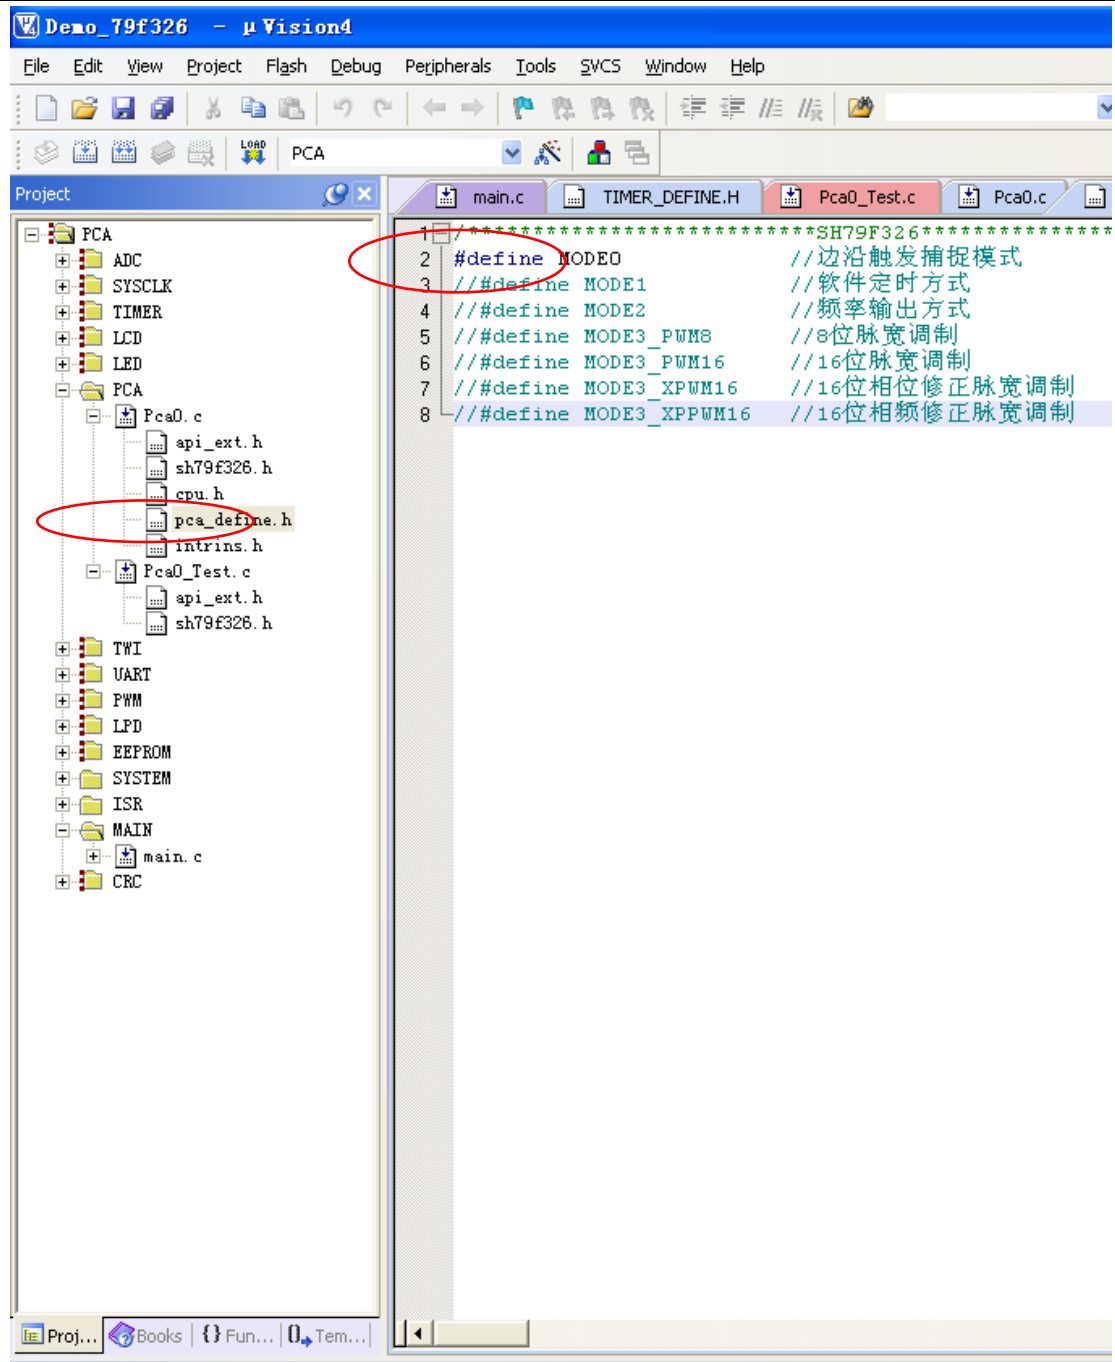

图 1-4
2) 在相应的"pca_define.h"头文件中打开宏定义“#define MODE0”（如图 1-4 所示）；